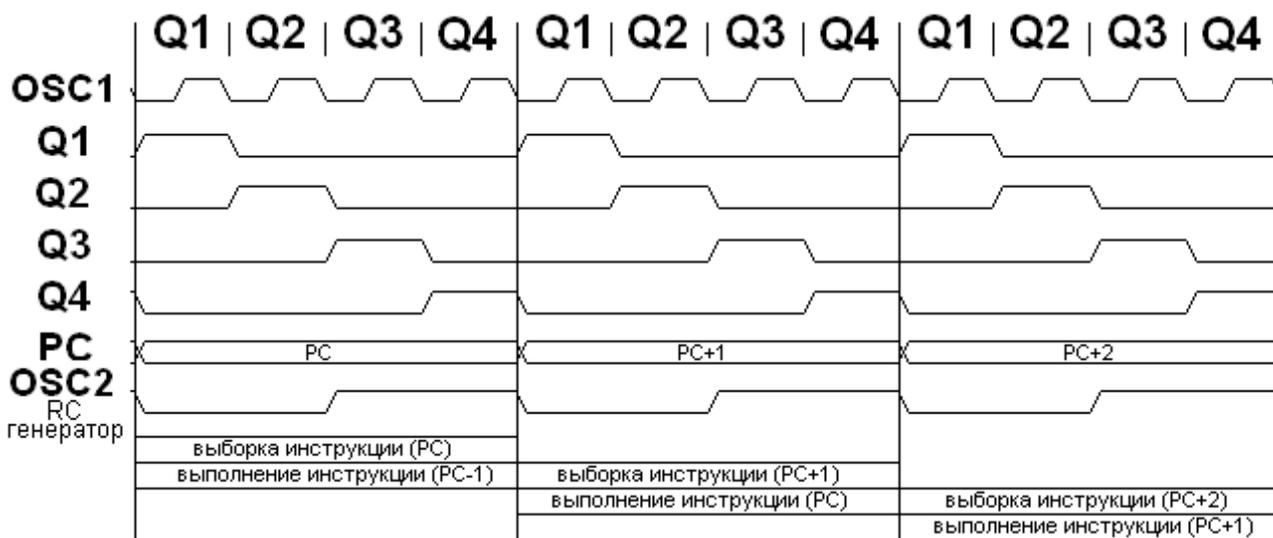

Рис. 7 Синхронизация выполнения команды
Выход тактового сигнала разделяется на 4 непересекающихся квадратурных тактовых сигнала, именуемых Q1, Q2, Q3, Q4. Программный счетчик (PC) увеличивается в такте Q1, а выборка команды из программной памяти и сохранение ее в регистре команд происходит по синхросигналу Q4. Команда декодируется и выполняется в течение циклов Q1-Q4. Тактовые сигналы и выполнение команд показано на Рис. 7.